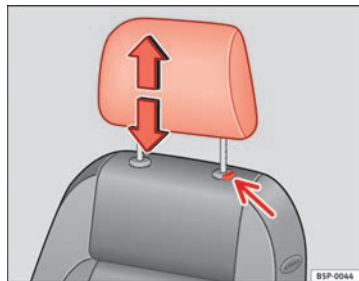

Fig. 91 Réglage ou dépose de l'appuie-tête
- Appuyez sur le bouton ⇒ fig. 91 (flèche).